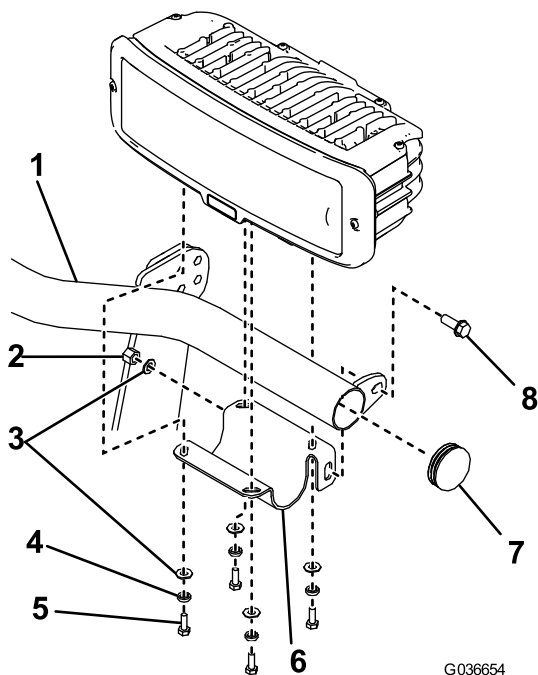

Bild 10
2. Stellen Sie sicher, dass die Endkappen an den Enden der Scheinwerferleiste angebracht sind (Bild 10).
3. Befestigen Sie die linke Scheinwerferhalterung mit einer Bundkopfschraube ($\frac{3}{8}$ " x 1 "), einer Flachscheibe und einer Nylon-Sicherungsmutter an der Scheinwerferleiste (Bild 10). Ziehen Sie die Schrauben mit 31 N m an.
4. Befestigen Sie den linken Scheinwerfer mit zwei vier ($\frac{1}{4}$ "), Schlitz-Scheinwerfern und Flachscheiben an der Scheinwerferhalterung (Bild 10).